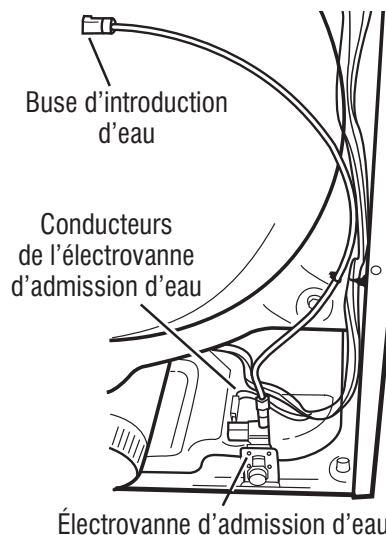

Figure 22 - Composants du système d'eau.
La fonctionnalité est vérifiée lorsque l'électrovanne s'allume et s'éteint et de l'eau est vaporisée dans le tambour (voir figure 22).
- Vérifier que les conducteurs et le tuyau d'alimentation sont connectés sur l'électrovanne d'admission d'eau (voir figure 22).